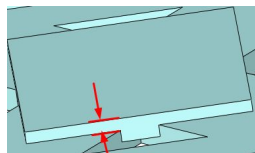

图 4-84 所有筋与曲面之间等距
(3) **【输入支撑区域的等距】**: 使所有筋与曲面之间等距, 如图 4-84 所示。